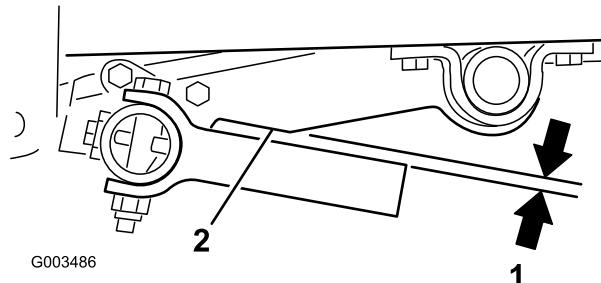

Figura 21
2. Gire el perno excéntrico en cualquier sentido hasta que los dientes de la barra de herramientas estén paralelos a la muesca del brazo de elevación (Figura 17 y Figura 21).